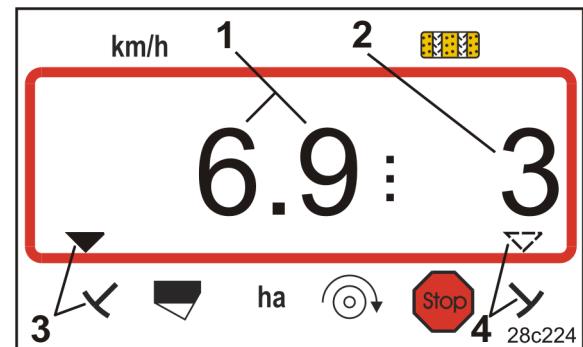

Рис. 26
→ повернення до індикації робочого стану (Рис. 26).
(Рис. 26).
- швидкість руху, (Рис. 26/1), напр., 6,9 км/год
- положення перемикачів для лічильника технологічних колій (Рис. 26/2), напр., положення перемикачів 3
- лівий маркер (Рис. 26/3) перебуває у робочому положенні
- правий маркер (Рис. 26/4) піднятий.